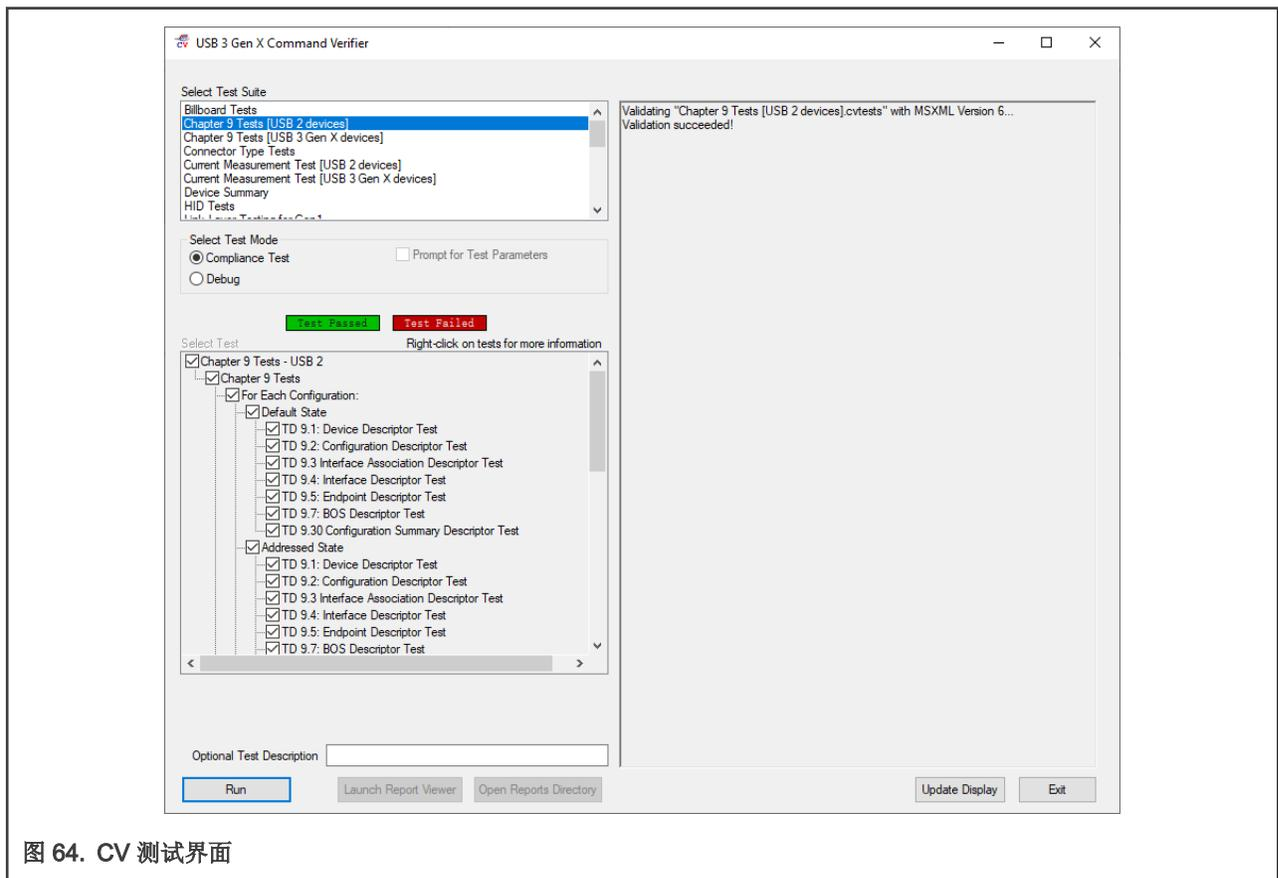

图 64. CV 测试界面
- 连接被测 Device 的 USB 口到测试 PC，打开 USBCV 软件，让软件接管 PC 的 USB Controller，此时所有连接到 PC 的 USB 设备都会失效。软件打开后的界面如图 64 所示。